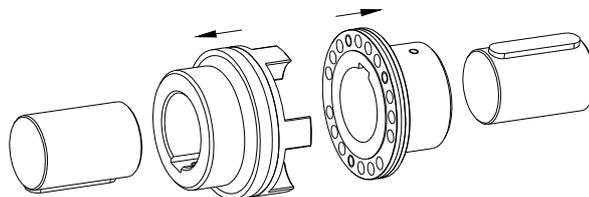

Figura 17: montaje del mangón o brida
- Monte la brida en el eje del lado motriz y el mangón en el eje del lado conducido (ver figura 17).